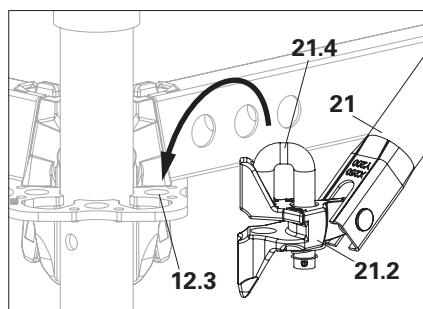

Fig. A4.03c
3. Spingere la testa della diagonale (21.2) con il perno sollevato (21.4) sulla rosetta inferiore. (Fig. A4.03c)